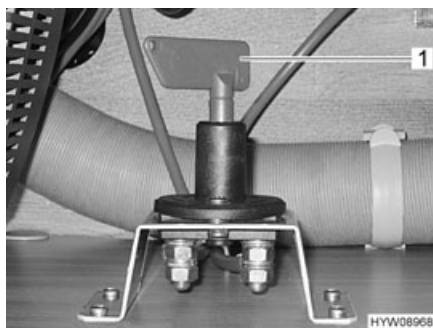
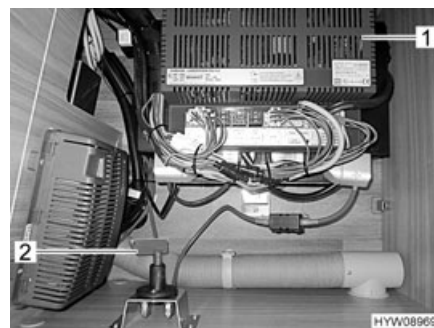

Fig. 13 Interruttore principale (sistema di manovra)
Fig. 14 Interruttore principale (ubicazione)
- Ruotare l'interruttore principale per il sistema di manovra (Fig. 13,1) di 90°. Il sistema di manovra è acceso. L'interruttore principale (Fig. 14,2) si trova in uno dei cassoni letto, vicino all'apparecchio per l'alimentazione elettrica (Fig. 14,1).
- Ruotare l'interruttore principale per il sistema di manovra (Fig. 13,1) di 90°. Il sistema di manovra è spento.